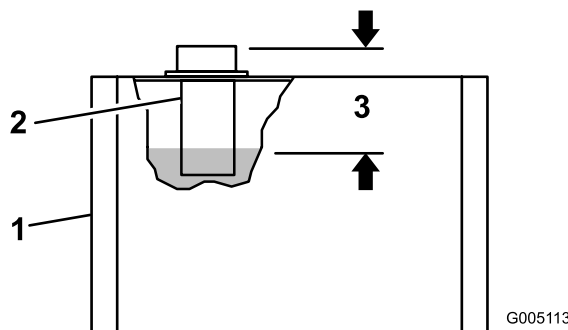

図 20
2. オイル・タンク上部にあるキャップを取って油量を点検する。補給口の根元から89mm程度下の位置に油面があれば適正とする(図 20)。